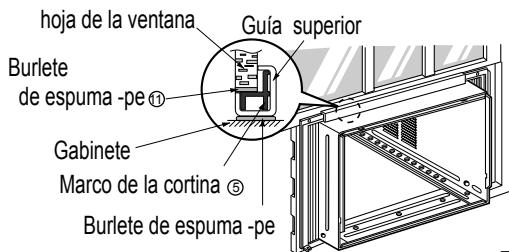

Fig. 2
- Deslice la unidad desde el gabinete asiendo la manija de la base de la bandeja base mientras con la otra mano sostiene el gabinete. FIG.2
2. Tire la hoja inferior de la ventana detrás de la guía superior hasta que se encuentren. Fig. 2
**NOTA:** No tire hacia abajo la hoja de la ventana de un modo que impida el movimiento del marco de la cortina. ⑤